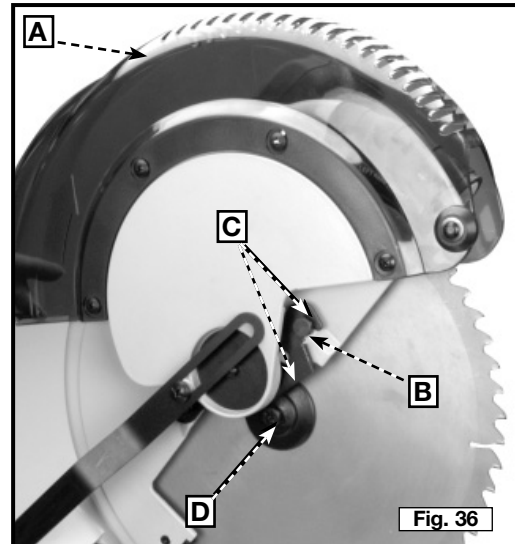

Fig. 36
2. Soulever le bras jusqu'à la position supérieure, puis lever le pare-main (A, figure 36) aussi haut que possible.